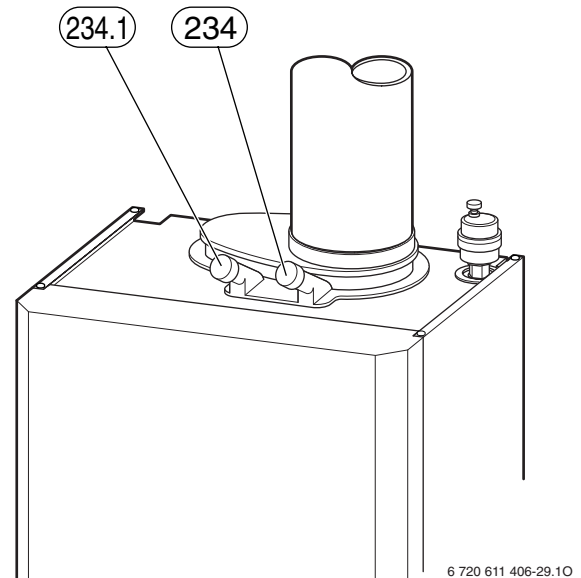

Bild 48
- Verschluss-Stopfen am Mess-Stutzen für Verbrennungsluft (234.1) entfernen (Bild 48).
- ▶ Verschluss-Stopfen am Mess-Stutzen für Abgas (234) entfernen (Bild 48).